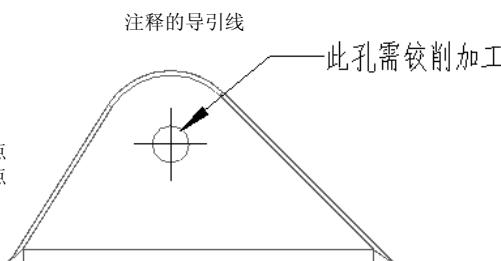

图 10.6.4 有方向指引的注释
下面以图 10.6.4 中的注释为例，说明创建有方向指引注释的一般操作过程。
Step3. 定义注释导引线的起始点：此时系统弹出图 10.6.5 所示的“依附类型”菜单，在该菜单中选择 **Entity (图元上) → Arrow Head (箭头) 命令**，然后选择注释指引线的起始点，如图 10.6.4 所示，再单击“依附类型”菜单中的 **Done (完成)** 按钮。
Step4. 定义注释文本的位置点：在屏幕选择一点作为注释的放置点，如图 10.6.4 所示。